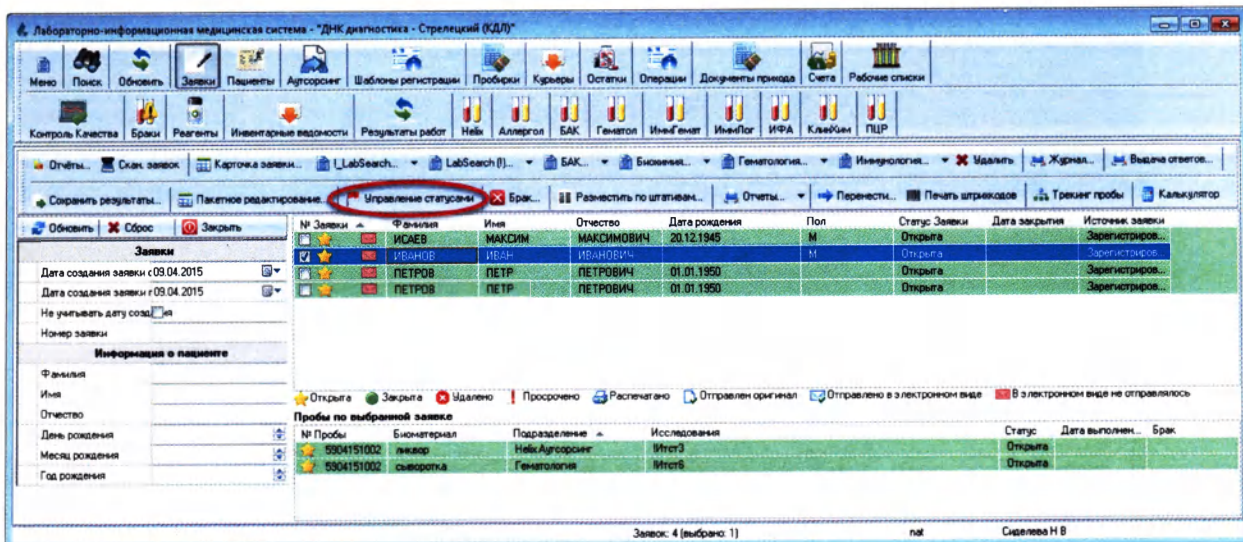

Рисунок 3.16
2. Нажмите кнопку «Управление статусами» (Рисунок 3.16):